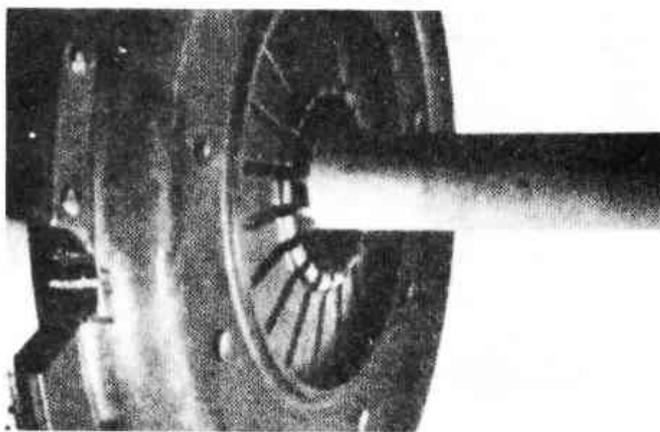

Рис. 5.3. Центровка диска сцепления (Разд.5)
5. Центровку можно легко произвести, введя круглый пруток или длинную отвертку в отверстие в центре сцепления таким образом, чтобы конец прутка вошел в отверстие в конце коленчатого вала с центрирующим подшипником. В идеале следует использовать старый первичный вал от автомобиля "Форд" (Рис.5.3).